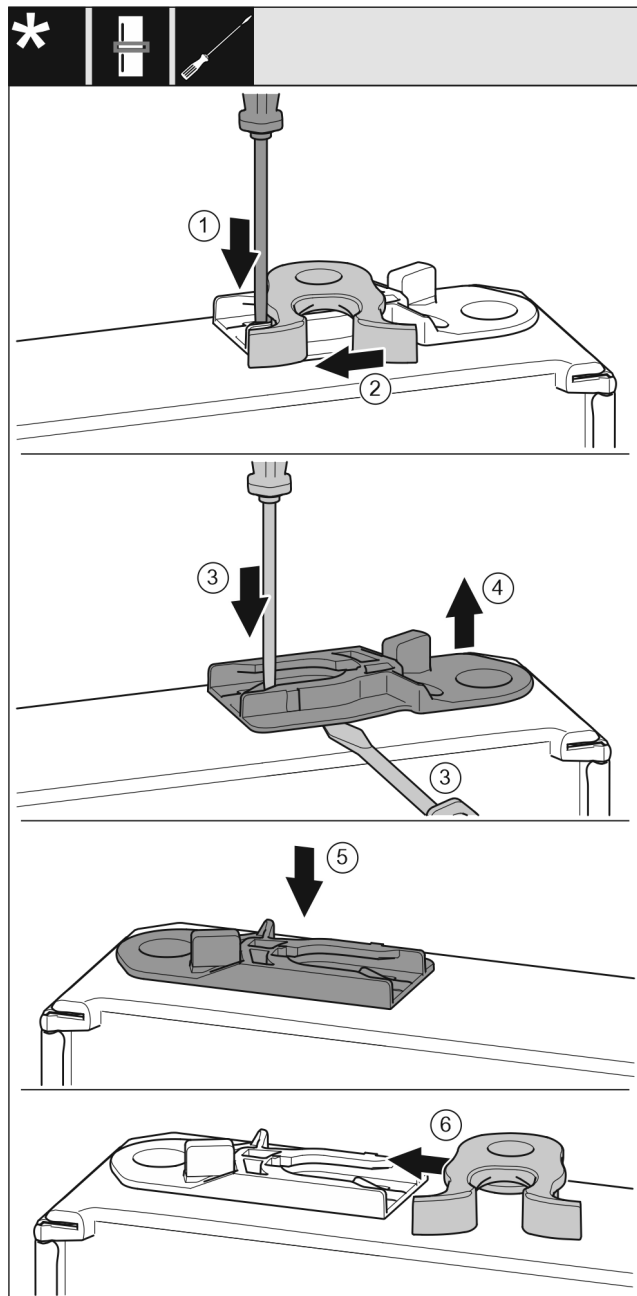

Fig. 18
- S ploščatim izvijačem potisnite spono navzdol. Fig. 18 (1)
- Zapiralni kavelj povlecite iz vodila. Fig. 18 (2)
- Izvlecite vodilno pušo: Pritisnite spono s ploščatim izvijačem in ga hkrati potisnite pod vodilno pušo. Fig. 18 (3, 4)
- Vstavite vodilno pušo, ki je vsebovana v obsegu dobave, na drugi strani ohišja. Fig. 18 (5)
- Potisnite zapiralni kavelj v vodilo. Fig. 18 (6)